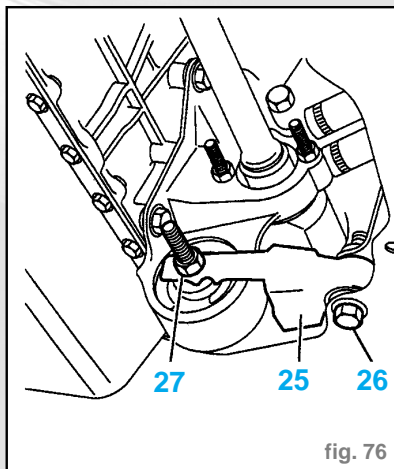

fig. 76
- les vis (21) à 6.1 m.daN
- l'écrou (22) à 4.5m.daN
- Reposer la butée (23).
- Serrer la butée (23) à 2.0 m.daN.
- Reposer le pontet (8).
- Serrer les vis (24) à 2.15 m.daN.
- Reposer la biellette anticouple (25) (fig. 76).